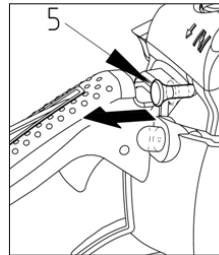

Fig.8
- 4- Tirer délicatement la commande de starter « 5 » Fig.8 jusqu'à ce qu'elle se verrouille.